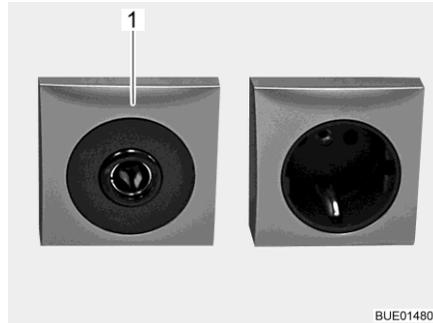

Fig. 117 Prise de courant 12 V/10 A
- ▷ Ne brancher aux prises de courant (Fig. 117,1) du réseau de bord 12 V que des appareils de maximum 10 A.